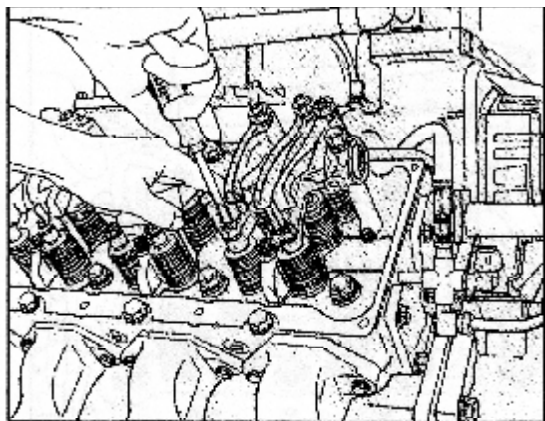

Рис. 2-33. Настройка коромысла (OM 1039L)
3. Закрутите настроечный винт крестовины, пока он не коснется вала клапана. Рис. 2-33.